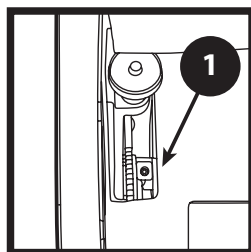

FIGURE 11
2. Installer la roue de tension arrière de sorte que sa surface de roulement interne soit d'environ 1,524 mm à l'extérieur du support de roue. Fixer la roue à l'aide de vis de blocage. (Figure 11)